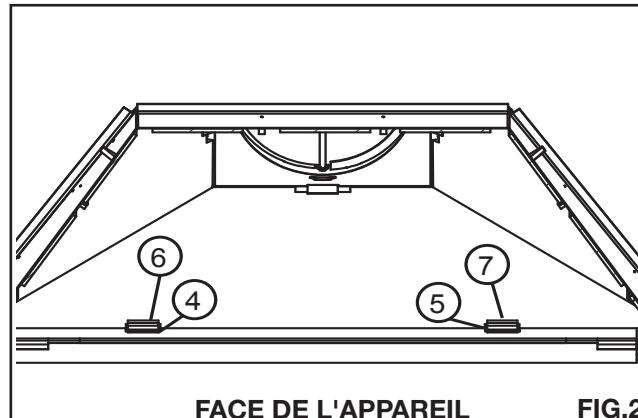

FIG.2
- B.** Retirez les vis des supports inférieurs et enlevez le panneau avant inférieur (4, 5). Puis retirez les vis des supports supérieurs (6, 7) et enlevez le panneau avant supérieur. **(FIG.2)**
- E.** Glissez le panneau avant supérieur dans la chambre de combustion, puis glissez le panneau avant inférieur et installez les supports. **(FIG.2)**